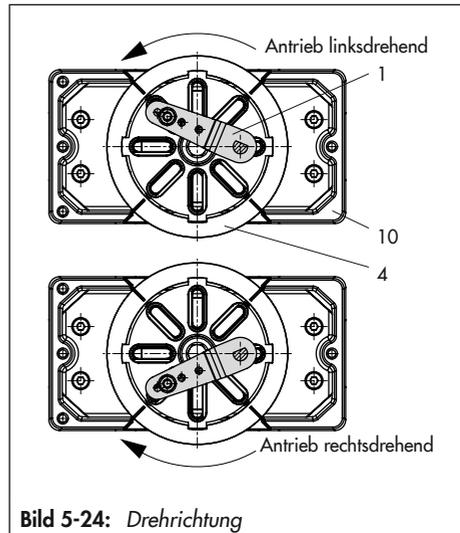

Bild 5-24: Drehrichtung
6. Am Hebel M (1) des Stellungsreglers den Standard-Abtaststift (2) herausschrauben. Den Abtaststift ($\varnothing 5$ mm) aus dem Anbausatz an Stiftposition 90° verschrauben.
7. Ggf. Manometerhalter (7) mit Manometern oder bei erforderlichen Anschlussgewinde $G \frac{1}{4}$ die Anschlussplatte (6) montieren, auf richtigen Sitz der beiden Dichtungen (6.1) achten. Bei doppelwirkenden federlosen Schwenkantrieben wird ein Umkehrverstärker für den Anbau am Antrieb benötigt, vgl. Kap. 5.6.7.
8. Stellungsregler auf das Gehäuse (10) setzen und festschrauben. Dabei den Hebel (1) so ausrichten, dass er unter Berücksichtigung der Drehrichtung des Antriebs mit seinem Abtaststift in den entsprechenden Schlitz eingreift (Bild 5-24).